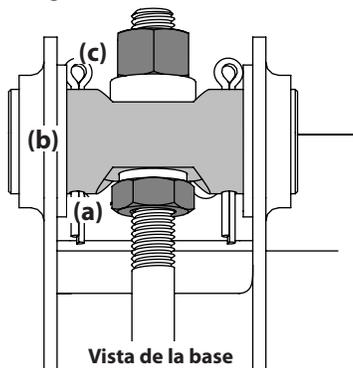

Figura 4-9
5. Con una llave, eleve la parte delantera de la plataforma, para lo que debe aflojar las tuercas de seguridad (a) al frente del pasador de pivote (b) y luego ajuste las contratuercas (c) en la parte posterior de dicho pasador para elevar la parte delantera de la plataforma y sujetarla en su lugar. Vea la Figura 4-9.
6. Con una llave, baje la parte delantera de la plataforma, para lo que debe aflojar las tuercas de seguridad (c) de la parte posterior del pasador de pivote (b) y luego ajuste la contratuerca (a) en el frente de dicho pasador para bajar el frente de la plataforma y sujetarla en su lugar. Vea la Figura 4-9.